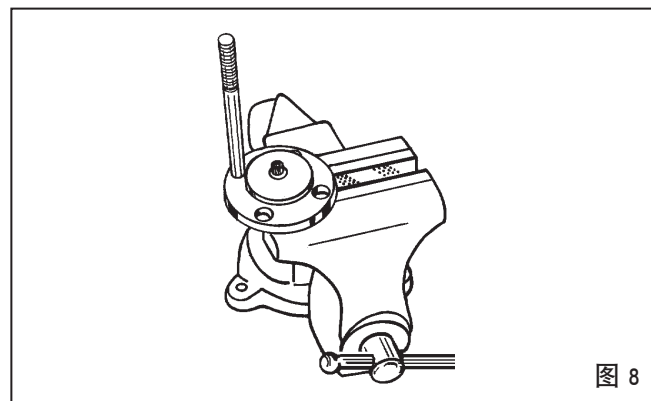

图 8
2. 将盘 (15) 固定在按钮 (14) 上方。
3. 将黑色隔膜 (16) 放在螺丝 (10) 上。
4. 将白色隔膜 (17) 也放在螺丝 (10) 上。
5. 将阀杆 (40) 旋进小螺丝中, 并用手拧紧。
6. 将组件翻转, 放置在台钳上, 并固定在阀杆台上。使用长螺钉 (2) 中的一个螺钉调整隔膜和盘。这时, 螺钉可以用来调整隔膜 (参见图 8)。
7. 将盘固定在这个位置, 并将小螺丝 (10) 拧进阀杆。